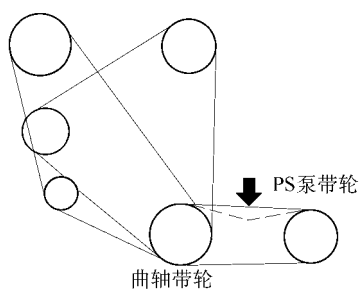

图 16-37 测量传动带的张紧度
1) 在 $98\text{N}\cdot\text{m}$ 的作用力下，测量传动带的张紧度，如图 16-37 所示。